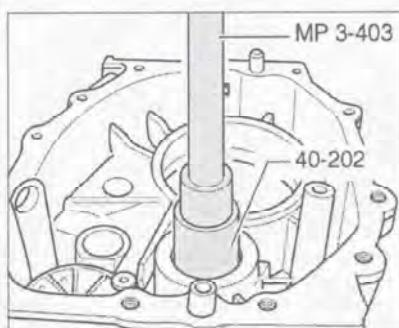

Рис. 7.76. Установка игольчатого подшипника.
2. Запрессуйте игольчатый подшипник с помощью специального инструмента (рис. 7.76).